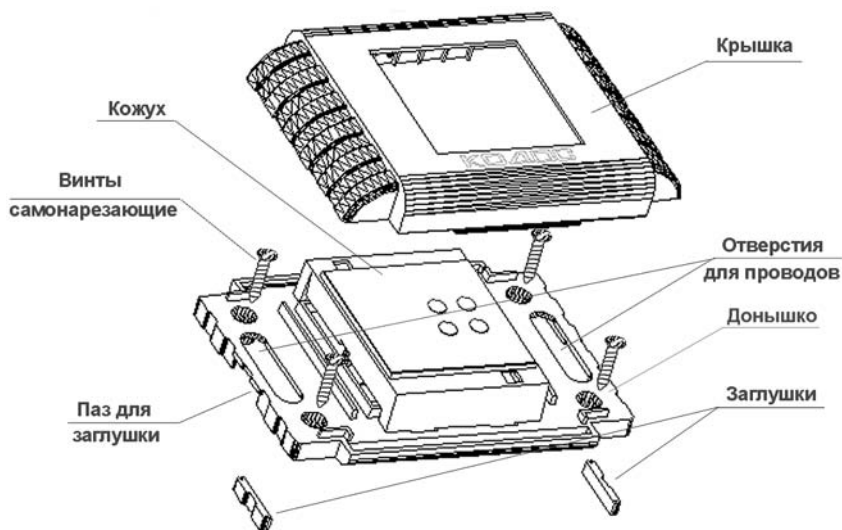

Рисунок 4 – Крепление изолятора линии (клеммы условно не показаны)
а) Снять с устройства крышку (рисунок 4).
- 4) если провода подходят сбоку изолятора линии (например, из короба или гофрированного шланга), снять заглушки (рисунок 4);
- 5) через отверстия для проводов (если провода идут из стены) или через пазы для заглушек и отверстия для проводов (в случае, если провода подходят сбоку) (рисунок 4), протянуть провода к кожуху изолятора линии;